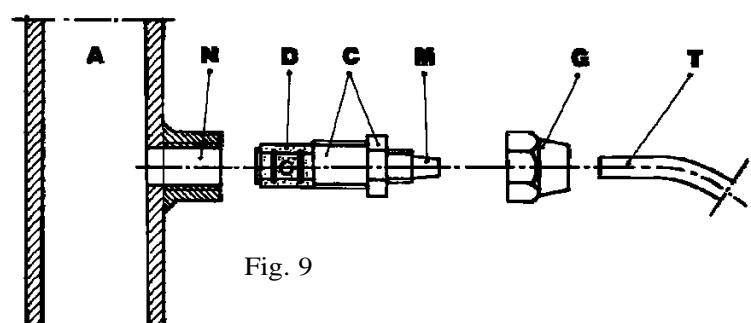

Fig. 9
h. Applicare sulla condotta dell'impianto da trattare, nel punto più idoneo per effettuare l'iniezione del prodotto da dosare, un raccordo da 3/8" gas femmina. Tale raccordo è escluso dalla fornitura. Avvitare la valvola di iniezione nel raccordo utilizzando come guarnizione del Nastro Teflon® (Fig. 9.) Connettere il tubetto all'attacco conico della valvola d'iniezione e bloccarlo con l'apposita ghiera G. La valvola di iniezione è anche valvola di non ritorno.
[fig.9]